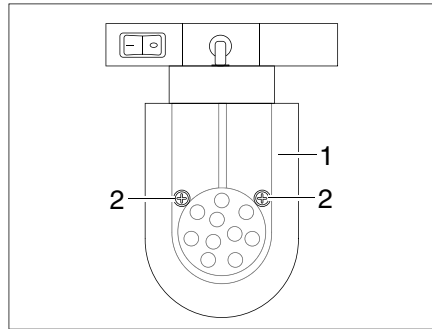

Fig. 385 Spot DEL (coulissant)
- Desserrer les vis de fixation (Fig. 385,2).
- Retirer prudemment le verre de lampe (Fig. 385,1).